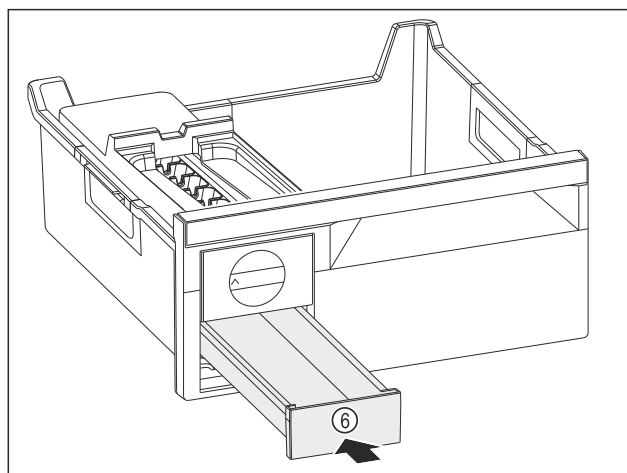

Fig. 217
- ▶ Introducir el cajón para cubitos de hielo Fig. 217 (6).